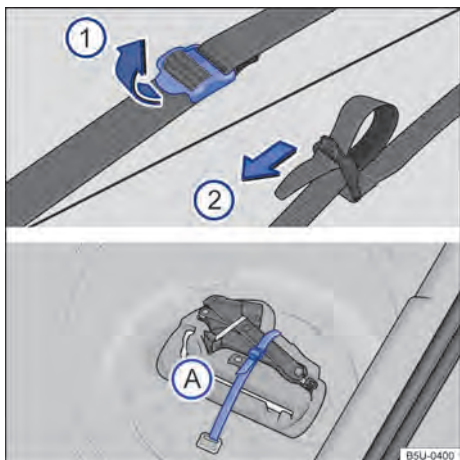

Fig. 135 No compartimento de bagagem: cinta de fixação da caixa de ferramentas e caixa de ferramentas de bordo.
Para soltar a cinta de fixação → Fig. 135 (A), puxar a fivela no sentido da seta ①.